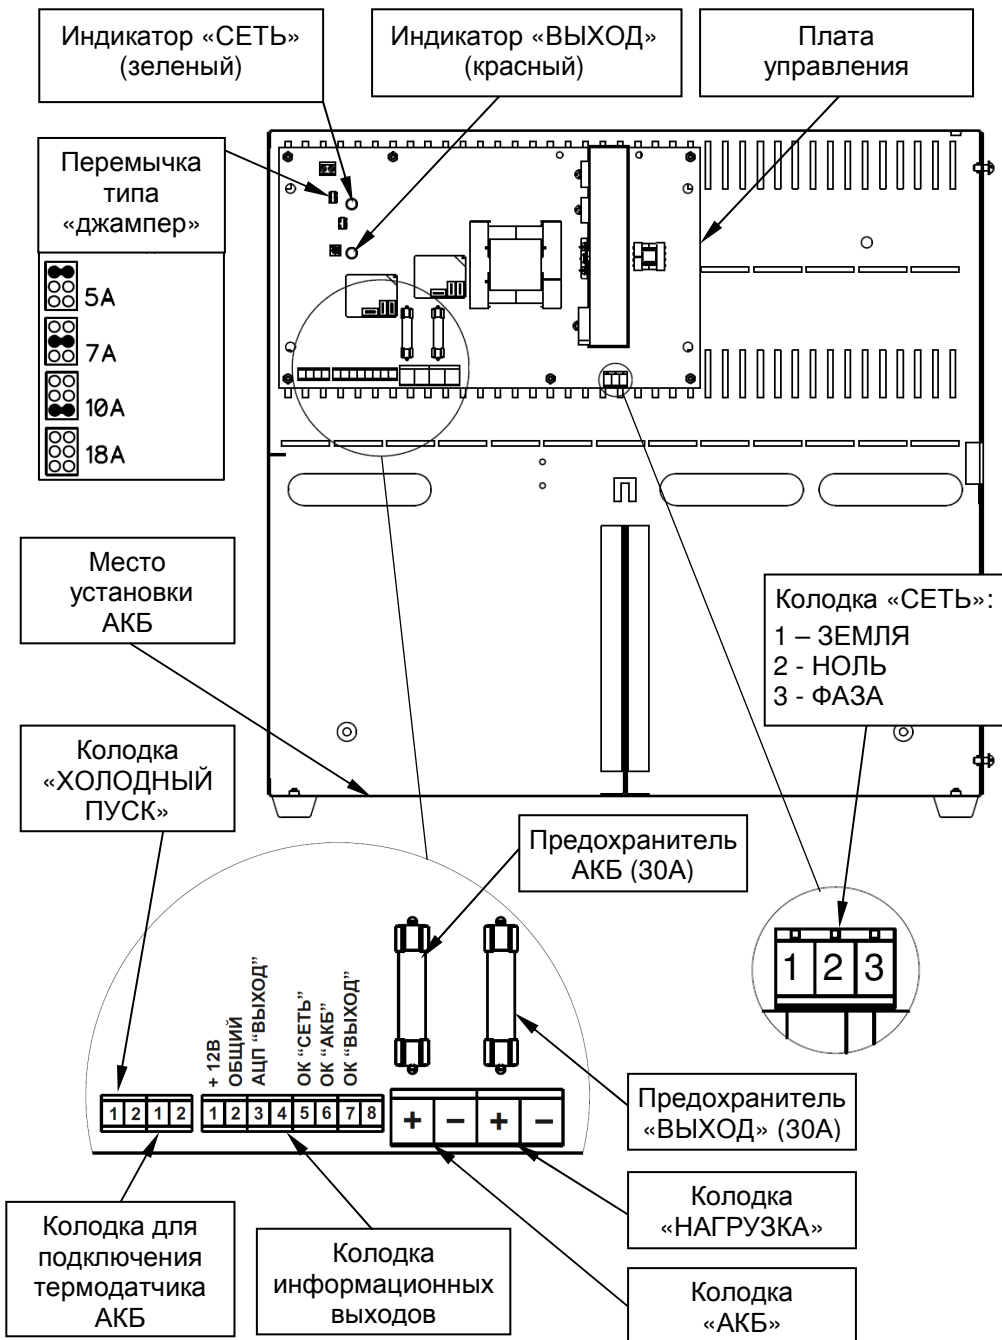

Рисунок 1 - общий вид источника с открытой крышкой
- возможность восстановления работоспособности источника при подключении исправной и заряженной АКБ и отсутствии напряжения питающей сети («холодный запуск») путем кратковременного замыкания контактов соответствующей колодки (см. рисунок 1);
Источник обеспечивает ограничение тока заряда АКБ. Выбор одного из четырех значений ограничения тока заряда АКБ осуществляется установкой/удалением соответствующей перемычки типа «джампер» (см. рисунок 1) в соответствии с рекомендациями таблицы 2.
Не светится	Выход «НАГРУЗКА» отключен: - АКБ отсутствует или - напряжение на клеммах АКБ менее 10,5 В, или - неисправен предохранитель АКБ (см. рисунок 1)
Выполните подключение внешних цепей к источнику в соответствии с назначением клемм подключения (Рисунок 1) в следующей последовательности:
- ♦ Провод заземления подключите к клемме 1 (ЗЕМЛЯ) на колодке «СЕТЬ» (см. рисунок 1).
- ♦ Установите перемычкой-джампером требуемое значение ограничения тока заряда АКБ (см. рисунок 1 и таблицу 2);
- ♦ Проверьте наличие и исправность предохранителей, расположенных на плате управления (см. рисунок 1);
- ♦ Подключите, **соблюдая полярность**, кабель питания нагрузки к клеммам колодки «НАГРУЗКА» (см. рисунок 1).
- ♦ Подключите, **соблюдая полярность**, перемычки АКБ к клеммам колодки «АКБ» (см. рисунок 1) (перемычки АКБ входят в комплект поставки).